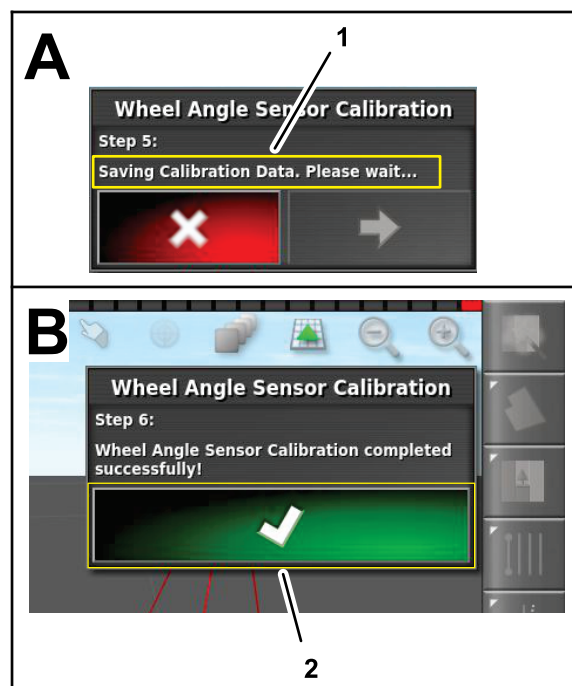

図 165
9. ステップ 5で、ホイール角度センサーの校正によってデータが保存されるまで待ち、次のステップのアイコンを押します (図 165)。
10. ステップ 6で、適合アイコンを押します (図 165)。